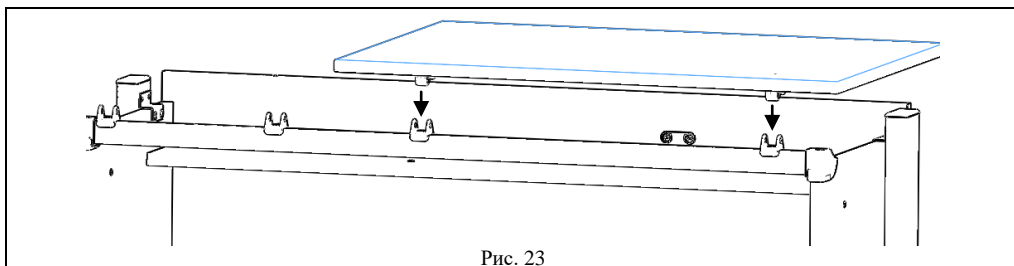

Рис. 23
5.4.1. На основание стола со стойками (сборка по п.5.2.2.) положить сверху столешницу (сборка по п.5.3.5.), так что бы выступы верхних частей шарниров входили в пазы нижних частей шарниров, а оси отверстий совпадали, см. рис.23. В отверстия шарниров вставить винты М6х32 (поз.6, пакет № 134) и накрутить гайки самоконтрающиеся М6 (поз.3, пакет № 134), согласно рис 23а.
Рис. 23а